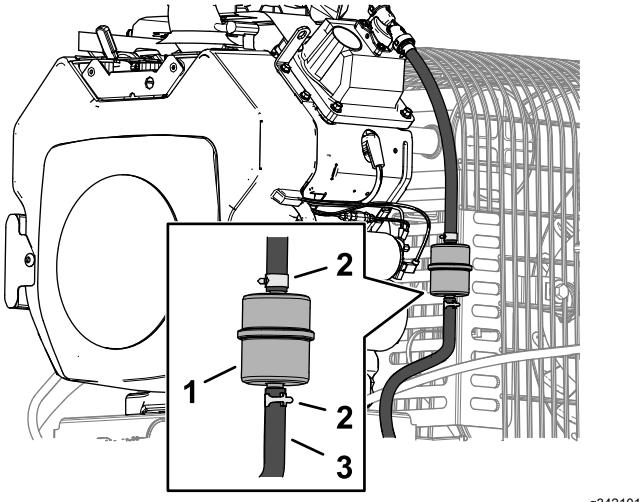

Figura 40
3. Aperte as pontas das braçadeiras de tubos e afaste-as do filtro (Figura 40).
5. Instale um filtro novo e coloque as braçadeiras junto ao filtro (Figura 40).
3. Desaperte a braçadeira de tubos no filtro de combustível e deslize-o para cima do tubo de combustível, afastando-o do filtro (Figura 40).
4. Desligue o tubo de combustível do filtro (Figura 40).
Nota: Deixe o combustível drenar para uma lata ou recipiente de combustível (Figura 40).
5. Instale o tubo de combustível no filtro. Deslize a braçadeira de tubos para perto do filtro de combustível para prender o tubo de combustível (Figura 40).